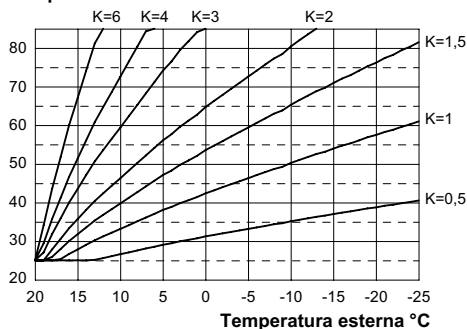
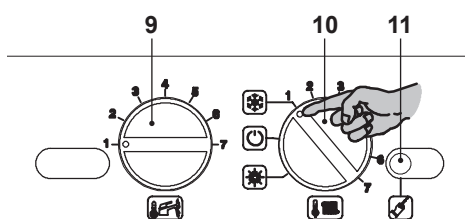

Figura 5.39
Figura 5.40
Quando si installa la sonda esterna bisogna impostare questo parametro in base al rendimento dell'impianto di riscaldamento per ottimizzare la temperatura di mandata (Figura 5.39).
Es. Per avere una temperatura di mandata all'impianto di riscaldamento di 60°C con una esterna di -5°C si deve settare un K di 1,5 (linea tratteggiata in Figura 5.39).
- Posizionare le manopole 9 e 10 indicato in Figura 5.40.
- Per settare il coefficiente K, determinato dalla Figura 5.39 bisogna entrare in programmazione premendo per 15 secondi il pulsante di ripristino 11, in Figura 5.40 fino alla comparsa del parametro **P01** sul display LCD; sul display LCD compare la seguente visualizzazione (la sequenza **P01** si alterna a ---).
- Premere il pulsante di ripristino 11, in Figura 5.40, per lo scorrimento dei vari parametri sino al raggiungimento del parametro **P15** valido per il settaggio del coefficiente K; sul display LCD compare a seguente visualizzazione (la sequenza **P15** si alterna a 00).
ad un massimo di **255** in base alla curva scelta del coefficiente K in Figura 5.39.